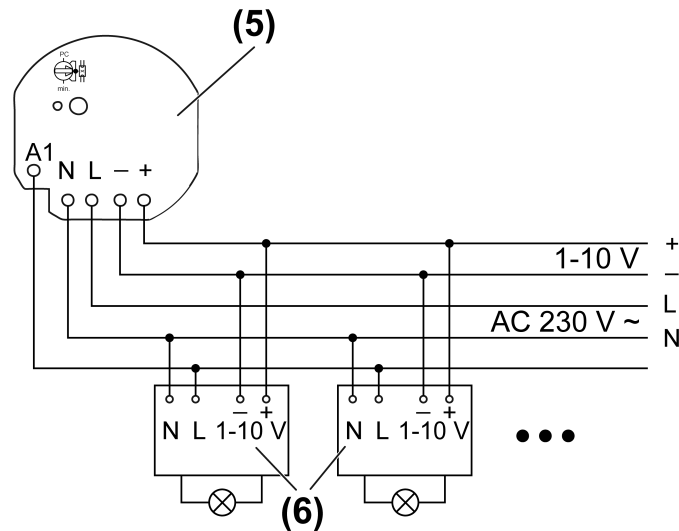

Figura 2: Esempio di collegamento
- Collegare l'attuatore (5) e gli apparecchi di alimentazione da 1-10 V (6) secondo lo schema esemplificativo (figura 2). A tale proposito, verificare le indicazioni del produttore sull'apparecchio di alimentazione.
- Inserire l'attuatore nella scatola apparecchi in modo tale che il tasto (2) **Prog** e il LED di stato (3) siano visibili.